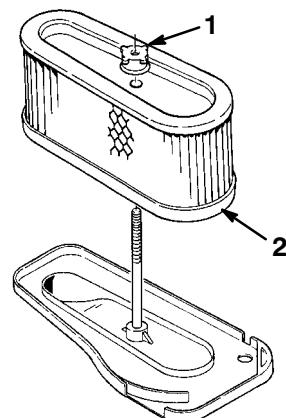

**Figure 25**
3. Nettoyer les abords du filtre à air pour éviter d'introduire dans le moteur des impuretés qui pourraient l'endommager. Dévisser le bouton et déposer le capot du filtre à air (Fig. 25).
2. Replacer le capot du filtre à air et le bouton (Fig. 25). Serrer solidement le bouton.